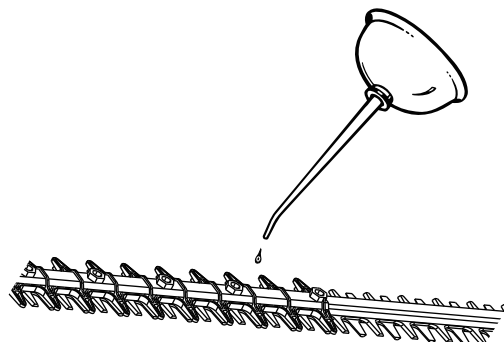

Fig. 7
Zie Afbeelding 7.
- Voor betere prestaties en om de levensduur van het snoeiblad te verlengen, dient u het blad voor en na elke snoeibeurt te smeren. Verwijder de accu en leg de heggenschaar op een vlakke ondergrond voordat u het blad gaat smeren. Gebruik hiervoor lichte motorolie en breng de olie langs de bovenrand van het snoeiblad aan, zoals getoond in afb. 7.